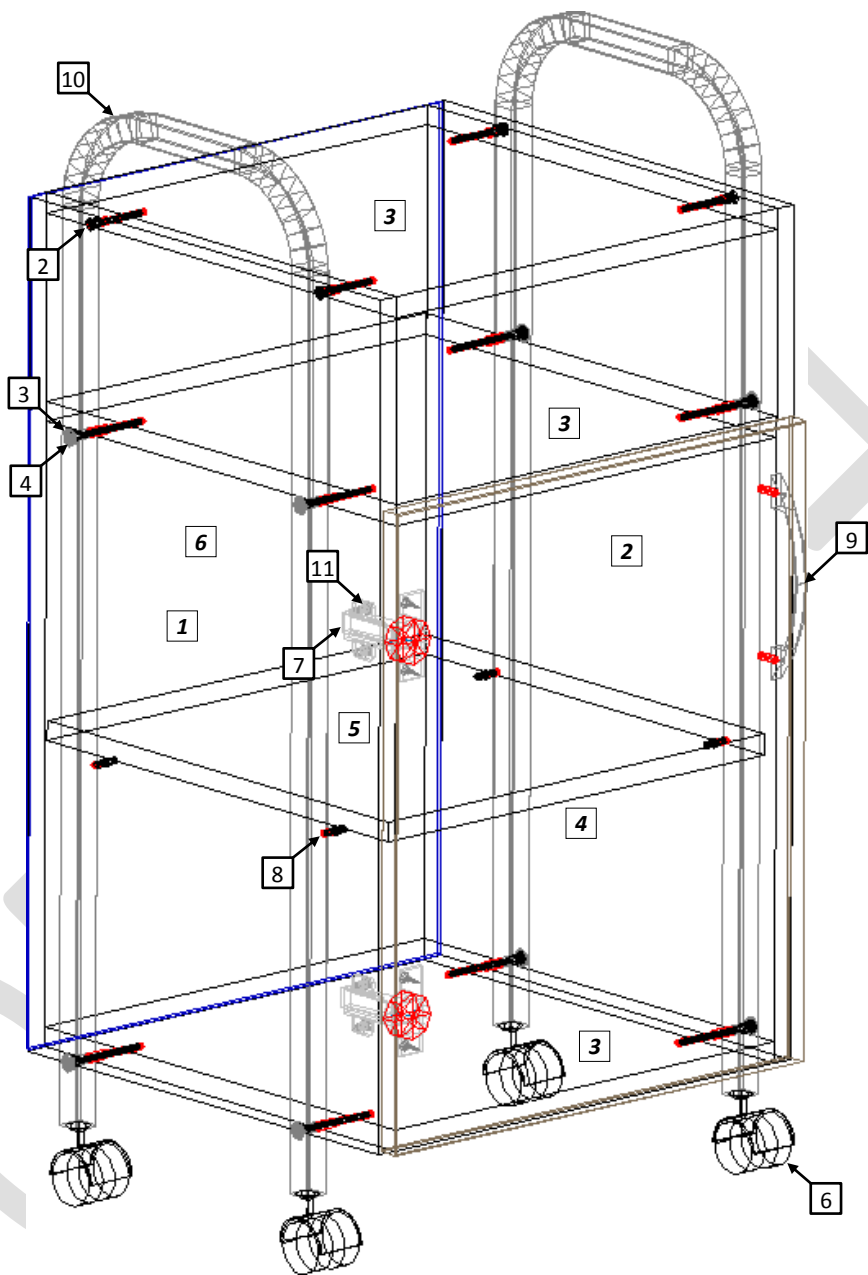

Рис. 1
- 4.1 Внимательно ознакомьтесь со схемой сборки, изображённой на рис. 1, сверяясь с комплектующей ведомостью на изделие. Согласно позициям на схеме и комплект ведомости определите расположение деталей в изделии и порядок их сборки. Сборка производится на ровном полу, укрытом материалом, предотвращающим повреждение покрытия пола и деталей мебели. Подготовьте необходимые для сборки инструменты – плоскую и крестовую отвёртки, молоток, ключ на 17 мм, рулетку или линейку.
- 4.3 Евровинтами (2,3), как показано на рис. 1, соедините вертикал. ст. [1, 2] с горизонт. стенками [3] и каркас – ножками (10). Гвоздями (1) закрепите зад. стенку ДВПО [6]. Головки евровинтов (3) закройте заглушками (4).